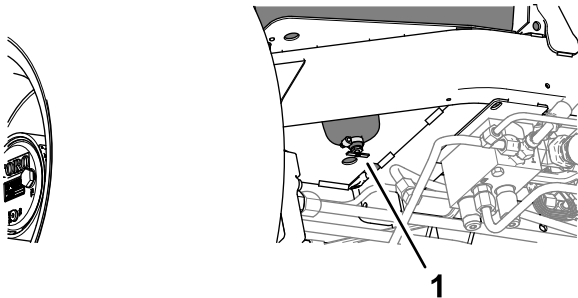

Figura 82
2. Coloque un recipiente de vaciado debajo de la válvula de vaciado en el fondo del depósito de combustible (Figura 82).